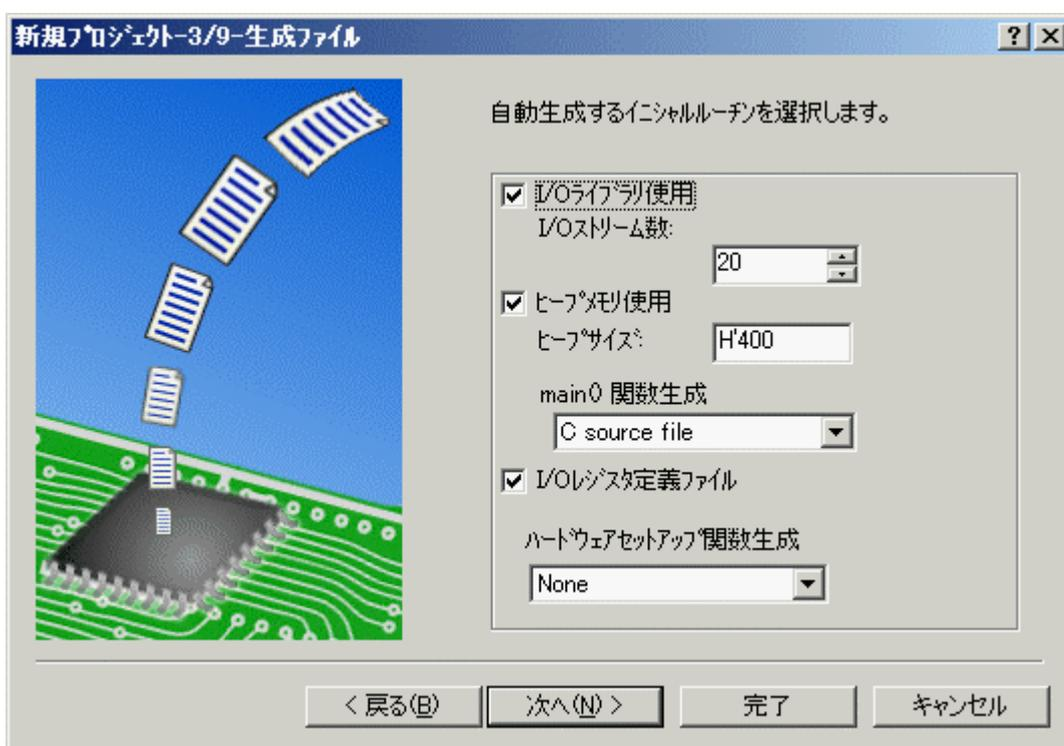

図 2.4 生成ファイル設定画面 (Step3)
Step2画面で [Next >] をクリックすると、図 2.4に示す画面を表示します。この画面で、生成するファイルを決めます。